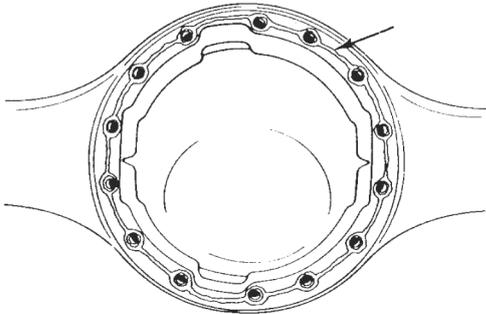

Figura 92
- A- Aplique silicone neutro na boca da carcaça. Ver seção JUNTA QUÍMICA (figura 92).